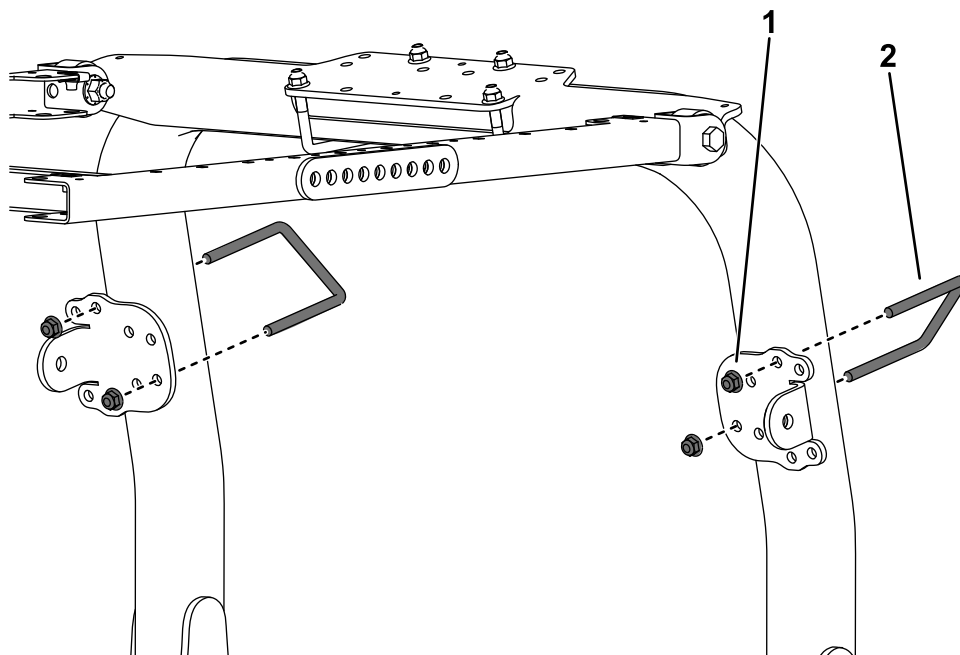

Figure 32
9. Utilisez les trous indiqués à la Figure 32, pour fixer légèrement chacun des supports de renfort aux montants de l'arceau de sécurité à l'aide d'un étrier fileté (3 1/8" x 4") et de 2 écrous à embase.